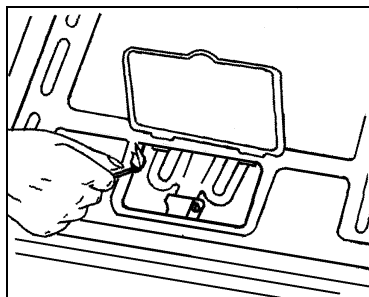

fig. 4
- Se apropie flacăra unui chibrit sau un aprinzător (fig.4).